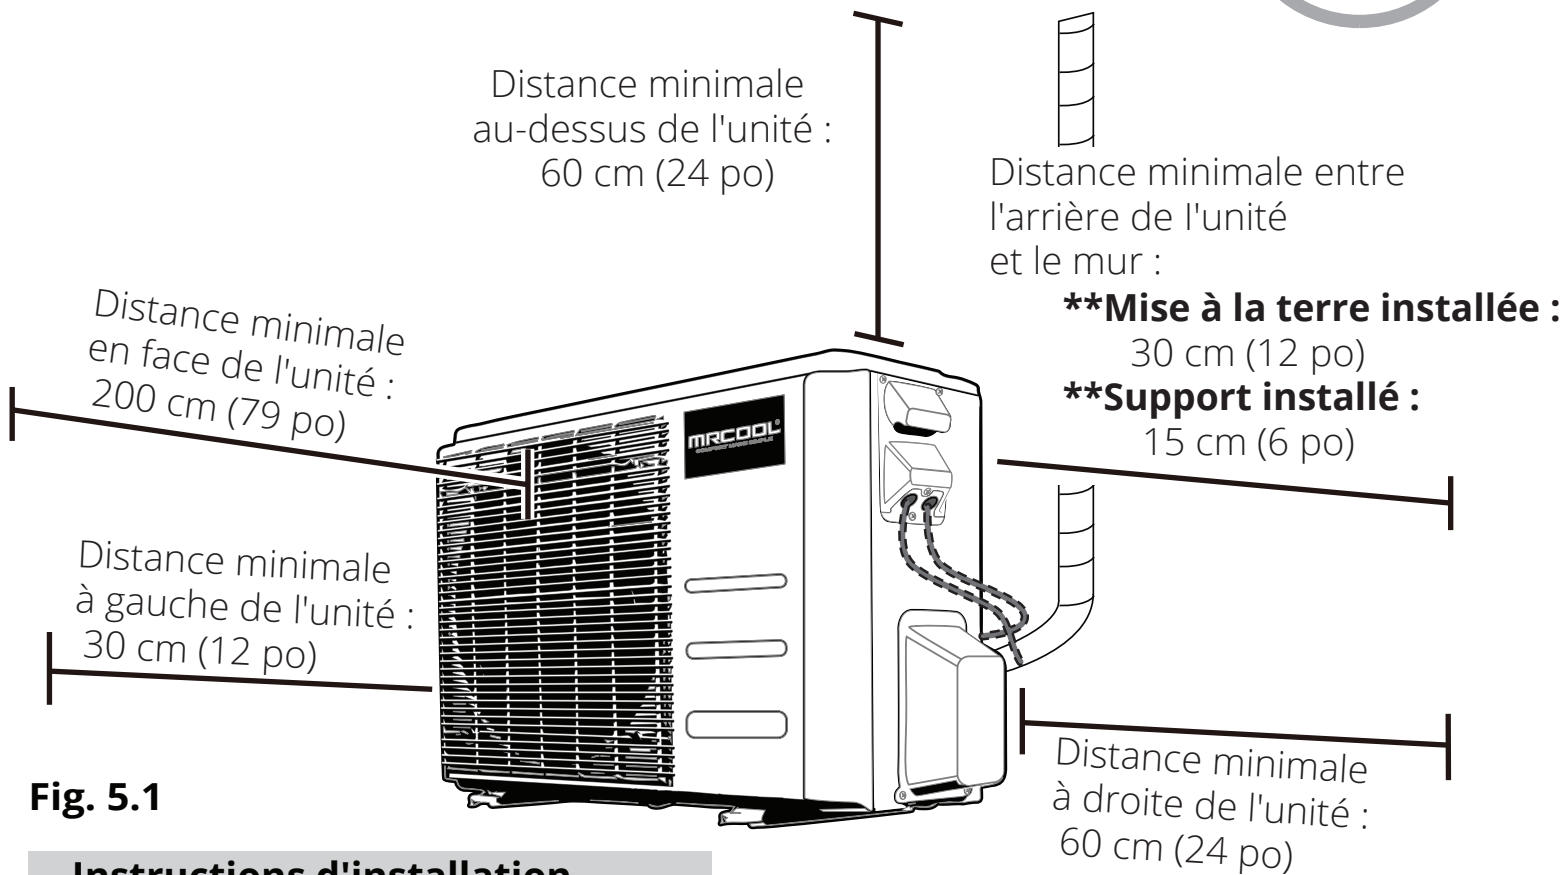

Fig. 5.1
- ✓ Répond à toutes les exigences relatives à l'espace indiquées dans la section Espace requis pour l'installation (Fig. 5.1)